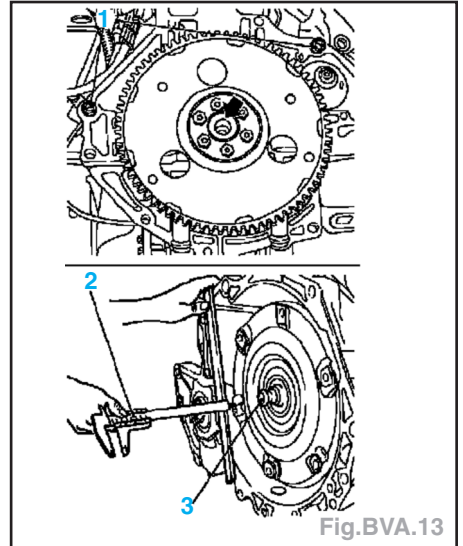

Fig.BVA.13
- En cas de remplacement de la boîte, veiller à ce que les deux douilles (1) de centrage soient dans le bloc-cylindres (Fig.BVA.13).
- Contrôler l'état du tourillon de centrage (3) et le nettoyer.
- Mesure l'écart entre les filetages de raccord du convertisseur et la surface de raccord de boîte à l'aide d'un pied à coulisse (2) (Fig.BVA.13).